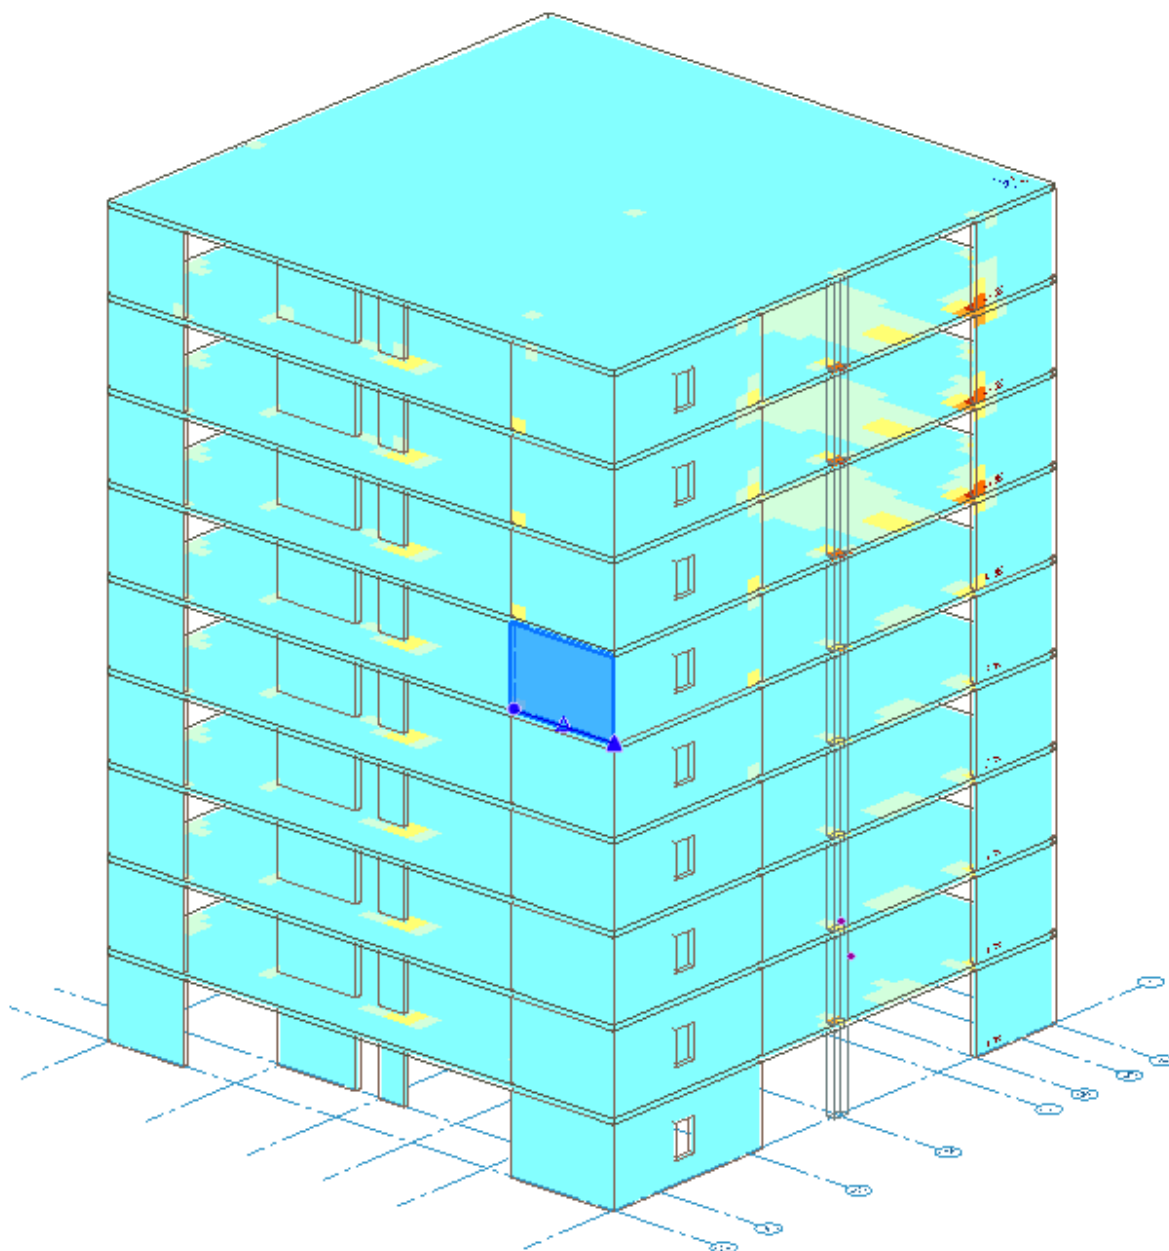

Рис. 24.4. Створення уніфікованої групи Дж\_1
- Керуючись відображеними значеннями і мозаїкою площі армування виділіть діафрагму шостого поверху, розташовану на осі Ж між осями 1-2 (рис. 24.4).